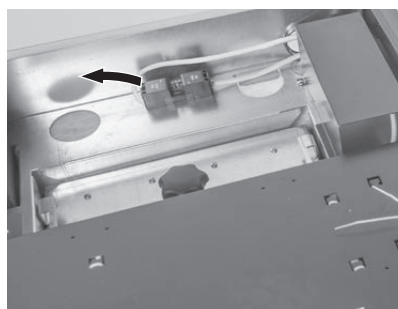

Fig. 67 Débrancher la fiche secteur de l'appareil
- ▶ C'est pourquoi il faut absolument mettre la chaudière hors tension lors de travaux de nettoyage ou de réparation (par ex. en débranchant la fiche de secteur) – Fig. 67.
- ▶ Brancher la fiche secteur de l'appareil – Fig. 67